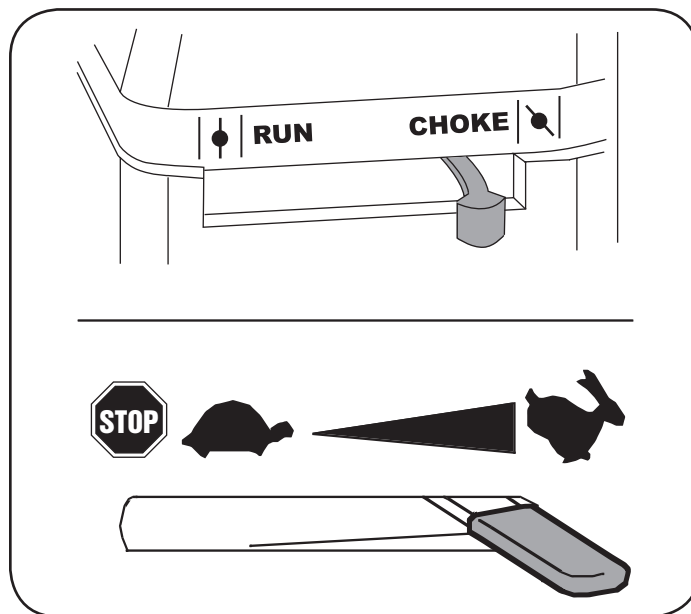

Figure 10
2. Llene el tanque no más de 1/2 pulgada por debajo de la base del cuello del filtro para dejar espacio para la dilatación del combustible. Vea la Figure 10.